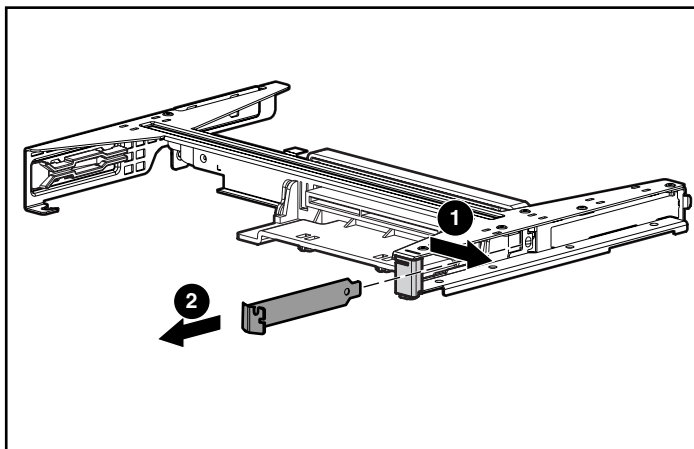

Figure 3-20. Retrait de l'obturateur du connecteur d'extension 1
5. Pour retirer l'obturateur du connecteur d'extension 1 (Figure 3-20) :
- a. Faites coulisser le clip de blocage de la carte d'extension hors de l'ensemble ❶.
- c. Retirez l'obturateur du connecteur d'extension ❷.